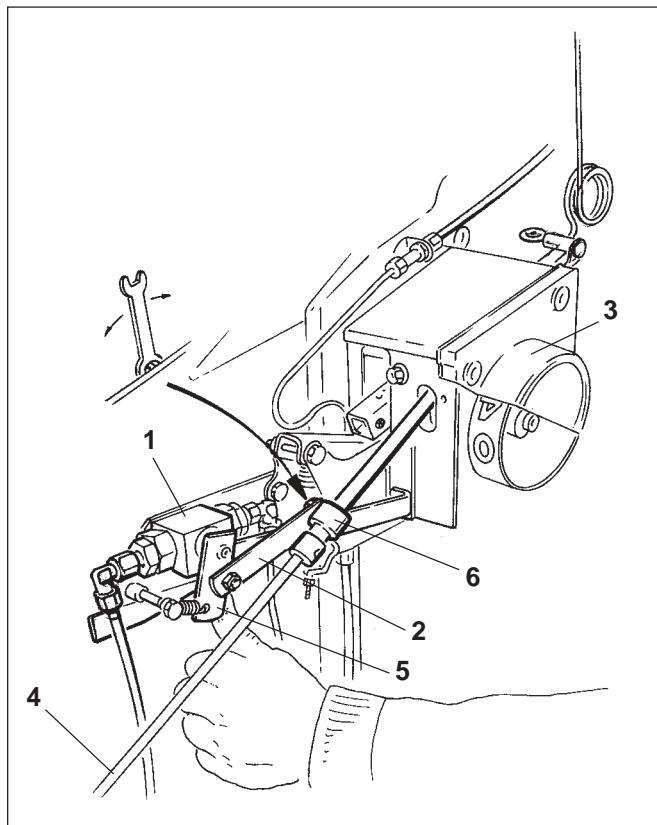

Рис. 14.5
Гидравлический цилиндр маркера управляется клапаном управления (Рис. 14.5/1). Клапан управления (Рис. 14.5/1) связан через штангу (Рис. 14.5/2) с устройством для установки технической колеи распределителя высевающих катушек.
Клапан управления (Рис. 14.5/1) расложен при поставке таким образом, что это безупречно включает:
**В положении "0"** устройства для установки технической колеи (Рис. 14.5/3)
- надевается тяга (Рис. 14.5/4),
- рычаг (Рис. 14.5/5) клапана управления включается вперед,
- устройство для установки технологической колеи (Рис. 14.5/3) перевести в положение "I",
- рычаг (Рис. 14.5/5) клапана управления рукой отвести назад и перед этим опущенное установочное кольцо (Рис. 14.5/6) крепко зажать.